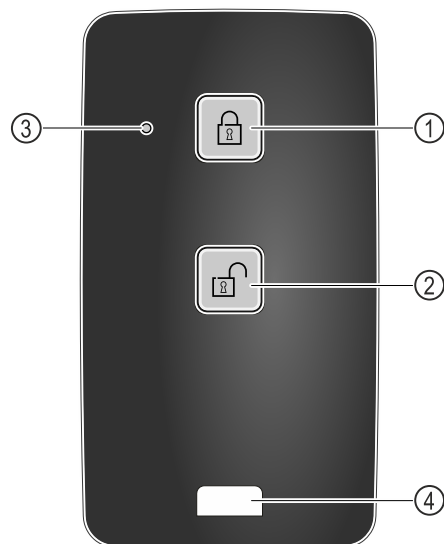

Fig. 218
- Taste Fig. 218 (1) auf der Fernbedienung drücken.
- Taste Fig. 218 (2) auf der Fernbedienung drücken.
- Status-LED Fig. 218 (3) gibt bei Tastendruck eine optische Rückmeldung.
- Öse Fig. 218 (4) zur Befestigung der Fernbedienung, zum Beispiel an einem Schlüsselbund.